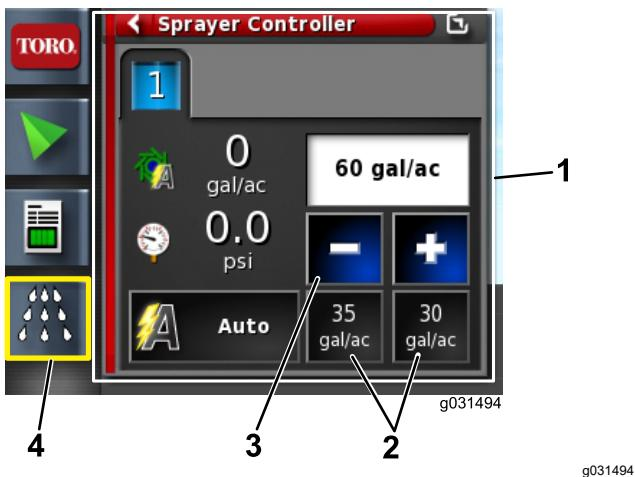

Bild 67
- Wenn die Dosierung falsch ist, erhöhen Sie die Dosierung mit den vorab eingestellten Dosierungen oder wählen Sie die aktuelle Dosierung und geben die Dosierung manuell ein (Bild 67).